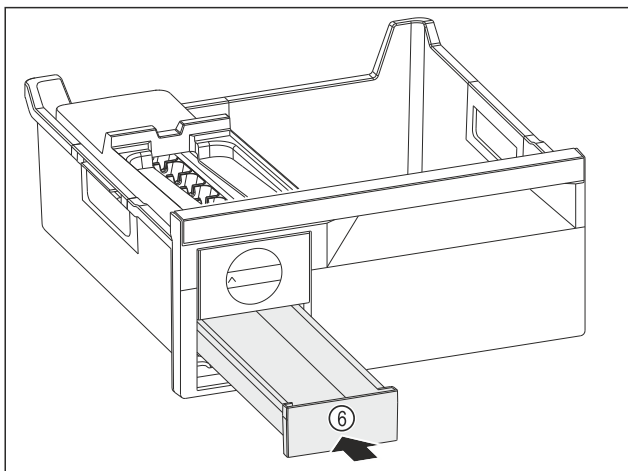

Fig. 177
- ▶ Eiswürfelschubfach Fig. 177 (6) einschieben.